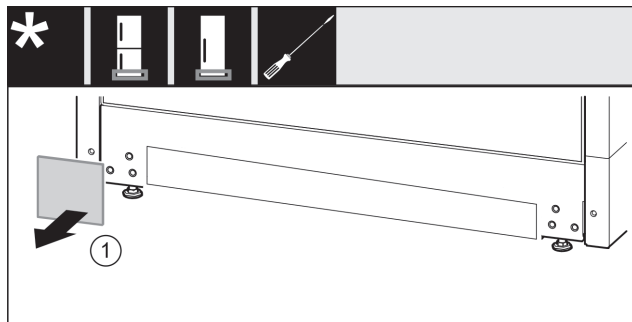

Fig. 10
- Abdeckung abnehmen. Fig. 10 (1)